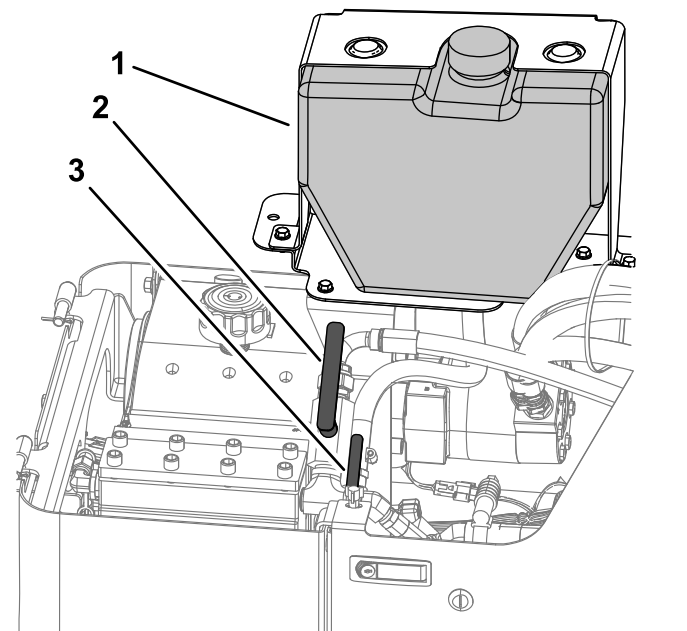

Bild 120
- D. Nehmen Sie den Deckel vom Frostschutzmittelbehälter der Bohrflüssigkeitspumpe ab (**Bild 120**).
- E. Stellen Sie sicher, dass der Behälter mit Frostschutzmittel gefüllt ist (**Bild 120**).
- A. Öffnen Sie das Frostschutzmittelventil an der Vorderseite der Bohrflüssigkeitspumpe, wie in Bild 120 abgebildet.
- C. Füllen Sie nach Bedarf Frostschutzmittel in den Behälter (Bild 120).
5. Schrauben Sie den Deckel auf den Frostschutzmittelbehälter auf (Bild 120).
6. Schließen Sie das Frostschutzmittelventil (Bild 120).